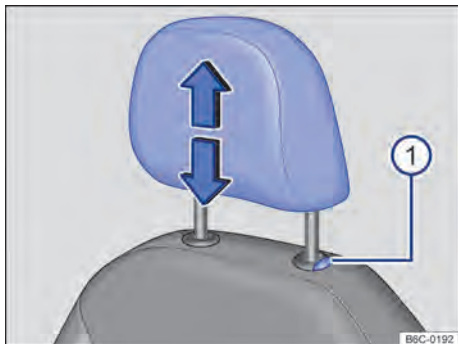

Fig. 66 Apoio para cabeça dianteiro: desinstalar.
- Retirar o apoio para cabeça com o botão → Fig. 66 ❶ pressionado.
- Empurrar o apoio para cabeça totalmente para baixo com o botão → Fig. 66 ① pressionado.